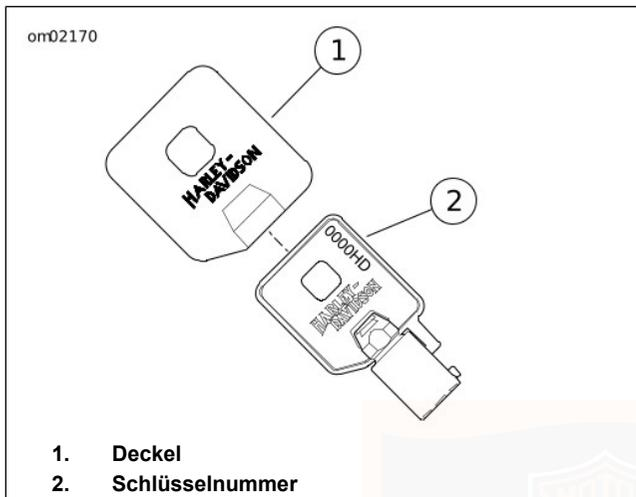

Abbildung 11. Zünd-/Gabelschlossschlüssel
Siehe Abbildung 11. Bei Verlust kann ein Harley-Davidson-Vertragshändler den Schlüssel basierend auf einer einmaligen Schlüsselnummer ersetzen. Die Schlüsselnummer (2) ist auf der Oberseite des Schlüssels unter der Kunststoffabdeckung (1) aufgedruckt. Die Schlüsselnummer in die Zeile auf der Seite „Persönliche und Händlerinformationen“ vorn in der Bedienungsanleitung eintragen.